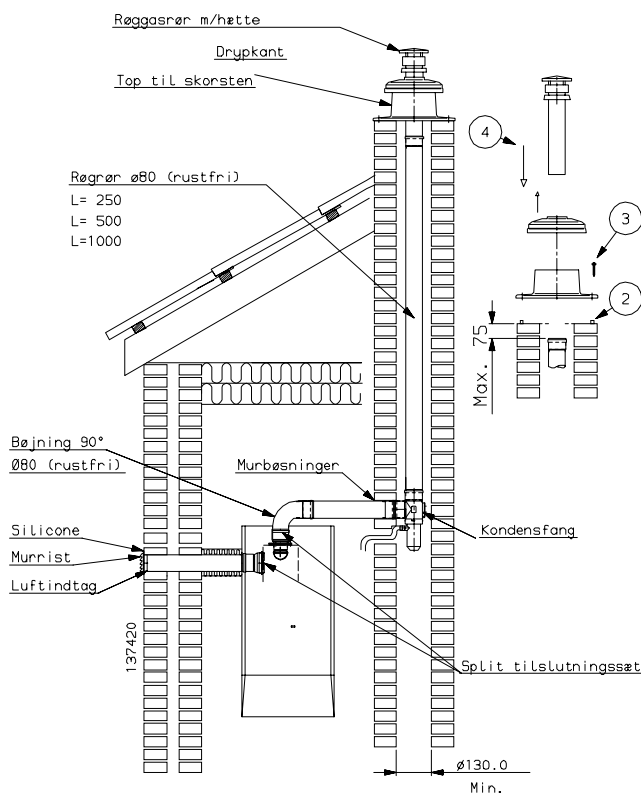

Fig. 3.11
- Benyt silikone el. lign. for vandtæt samling. Start med medfølgende pakningsbånd (pos 2 fig. 3.11)